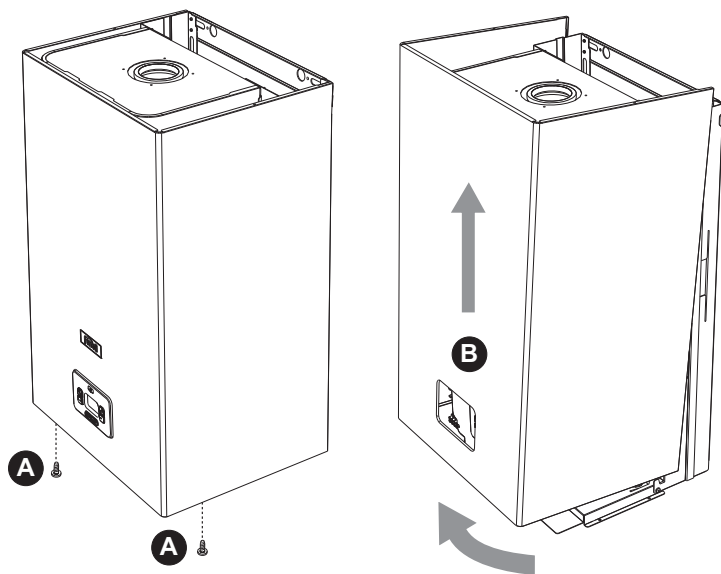

fig. 28- Deschiderea panoului frontal
1. Deșurubați șuruburile **A** (vezi fig. 28).